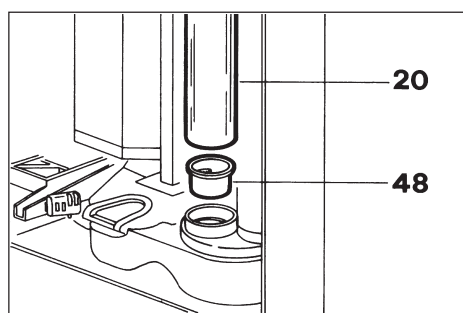

Fig. 27
Attention: les tubes porte-gobelets ont été dimensionnés pour recevoir des gobelets ayant un diamètre maximum de 70 mm; en utilisant l'adaptateur prévu (48), vous pouvez utiliser des gobelets ayant un diamètre de 58 mm (Fig. 27).